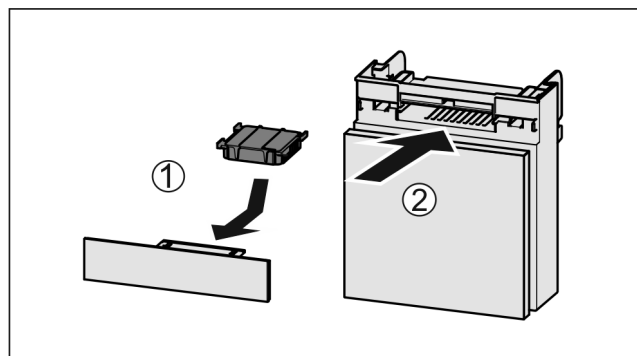

Fig. 130
- ▶ Установите фильтр с активированным углем, как показано на рисунке Fig. 130 (1).
- ▶ Вставьте отделение Fig. 130 (2).